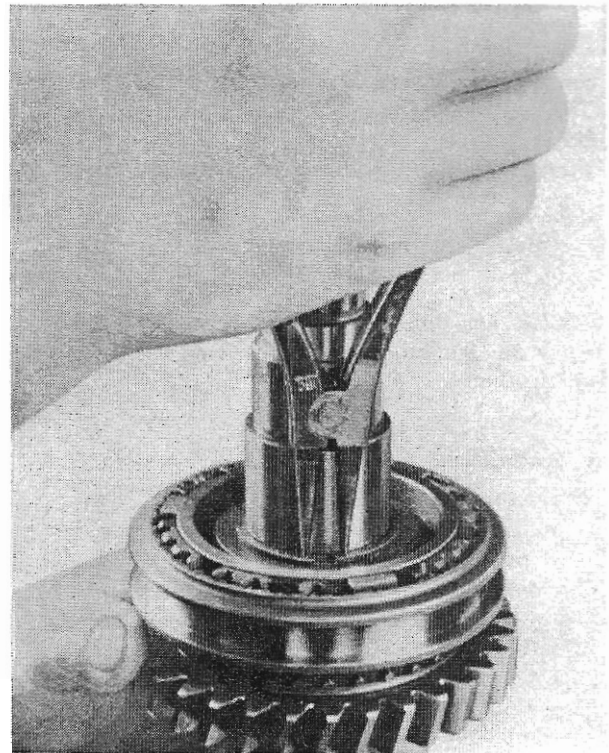

Abb. 20
5. Anlaufscheibe (431), 5. Gangrad (430), Nadelkäfig (429) und Anlaufscheibe (428) abheben. Sicherungsring (427) ausfedern (Abb. 20). Rücklaufgrad und Kupplungskörper abpressen.
6. Sämtliche Wellendichtringe und Dichtung (801) vom Tachodeckel und Gehäusedeckel entfernen.